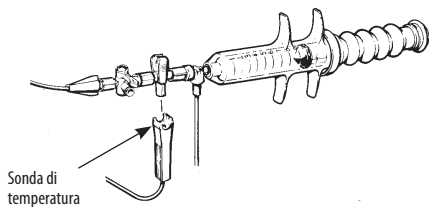

Figura 5. Sonda di temperatura e alloggiamento a flusso passante
2. Inserte la sonda de temperatura del inyectable en la válvula de retención/paso de flujo hasta que encaje en su sitio (Figura 5). Fije el sistema para minimizar el desplazamiento con respecto al paciente.
2. Inserire la sonda di temperatura dell'iniettato nella valvola di non ritorno/a flusso passante e fissarla in posizione (Figura 5). Fissare il sistema in modo da ridurre al minimo il movimento rispetto al paziente.